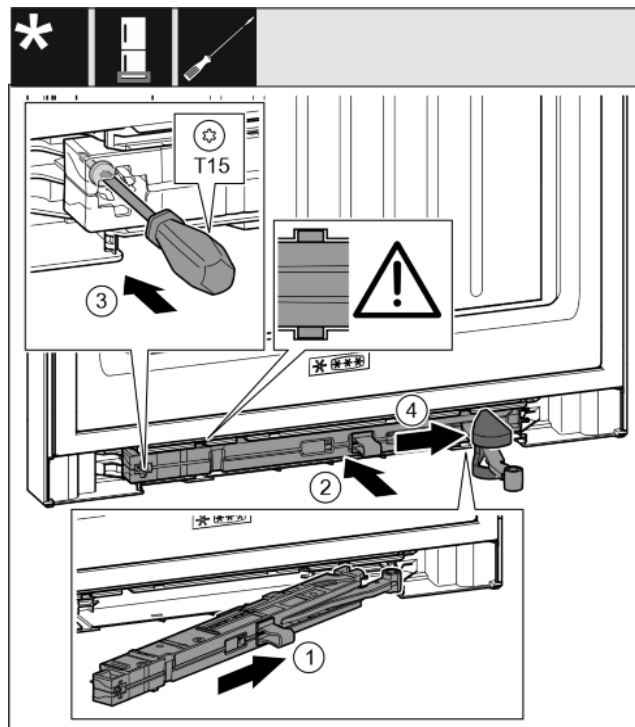

Fig. 36
- ▶ Jednotku tlumiče zavírání na straně stojanu ložiska zasuňte až na doraz šikmo do vybrání. Fig. 36 (1)
- ▶ Jednotku tlumiče zavírání zcela zasuňte do vybrání. Fig. 36 (2)
- ▶ Šroubovákem T15 pevně utáhněte šroub. Fig. 36 (3)
- ▶ Posuňte kryt přes kloub. Fig. 36 (4)